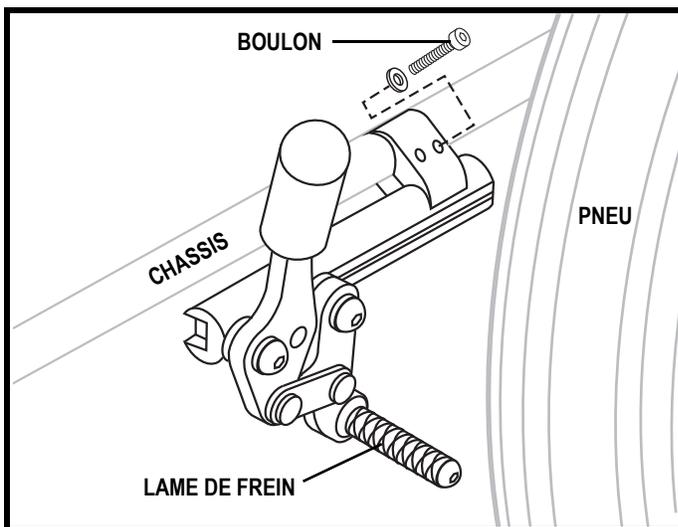

Figure 44. Réglage des freins
2. Desserrez les boulons qui retiennent le frein au châssis. Voir la figure 44.